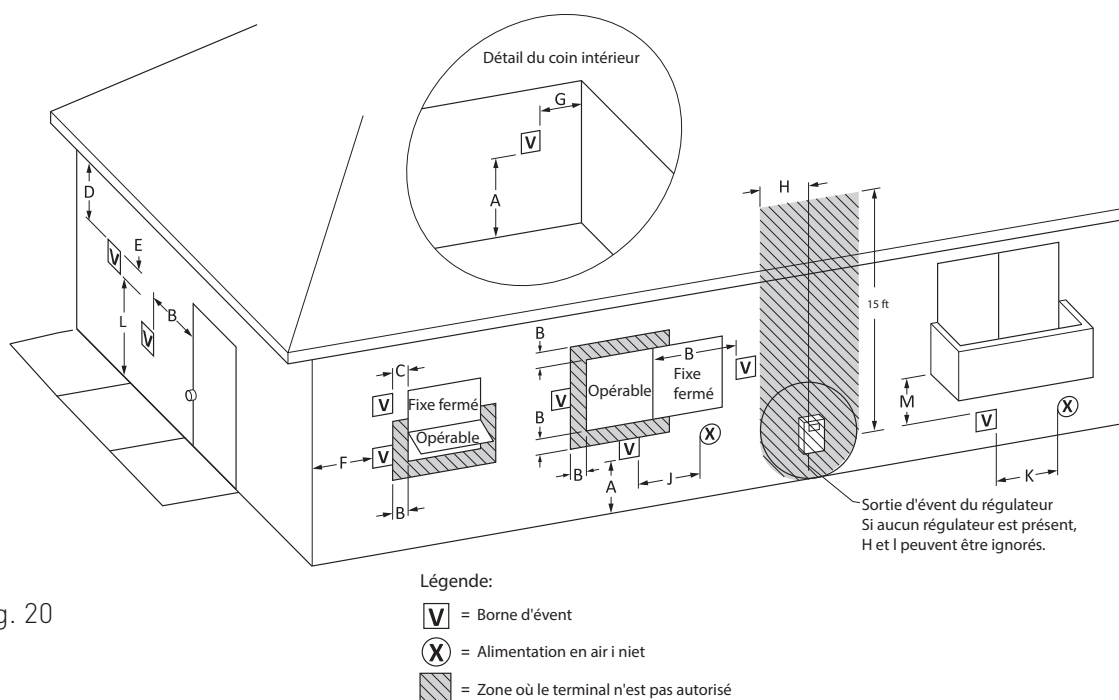

fig. 20
- › En cas d'installation d'une ventouse horizontale coaxiale en polypropylène, orienter correctement le terminal coaxial horizontal par rapport à la pente du conduit d'évacuation des gaz de combustion et pour protéger le conduit d'air de combustion de conditions météorologiques défavorables (se reporter à la section 1.1.18, sous-section **III (a)** et figure 20).